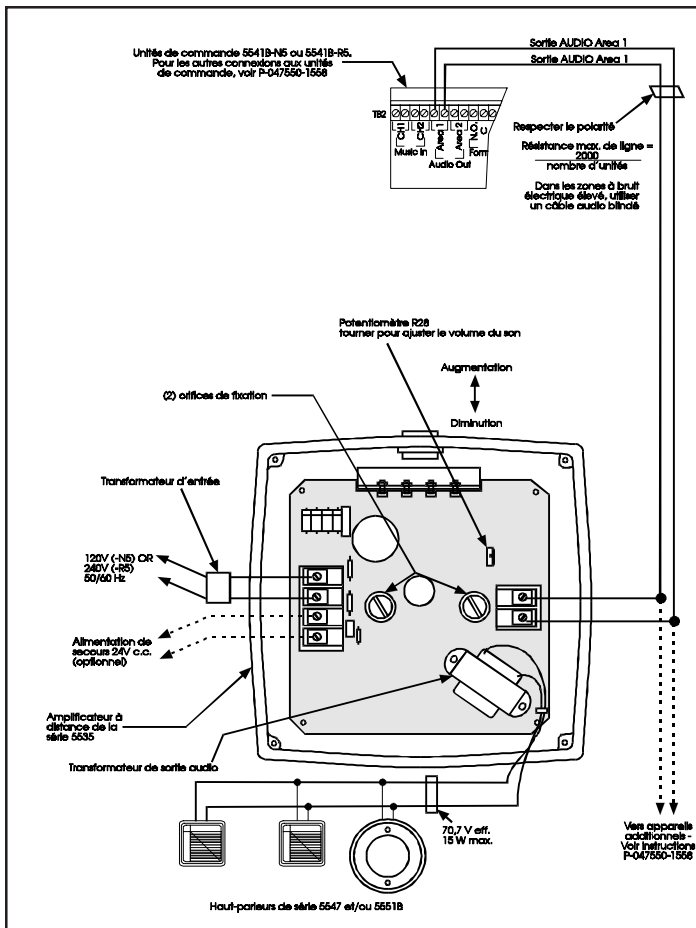

Figure 3. Raccordement de l'amplificateur à distance à l'unité de commande du système (série 5541B illustrée)
a. **Raccordement des amplificateurs 5535 à des unités de commande du système 5541** (figure 3)
b. **Raccordement des amplificateurs 5535 à des unités de commandes du système 5541B** (figure 3)
e. **Branchement des haut-parleurs** (figure 3 ou 4) : L'amplificateur à distance fournit jusqu'à 15 W de puissance audio à des haut-parleurs de ligne 70 V. Pour de meilleurs résultats, utiliser les haut-parleurs Edwards des séries 5547 et/ou 5551B.
f. **Branchement de l'alimentation** (figure 3 ou 4)
g. **Alimentation de secours (option)** (figure 3)
4. Ajuster au besoin le volume du son au moyen du potentiomètre (Figure 3 ou 4).